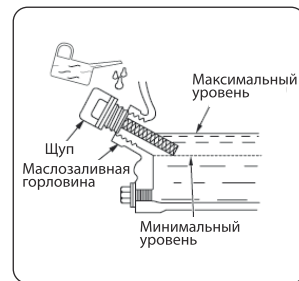

Рис. 15
**ВНИМАНИЕ!** Перелив масла может привести к поломке генераторной установки, поэтому заливайте масло постоянно проверяя его уровень щупом. Если было залито лишнее масло, выше отметки «Max» на щупе, его необходимо слить (Рис. 15).